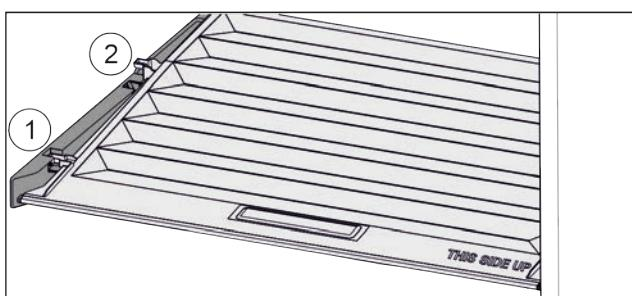

Fig. 36
- ▶ Потянуть крышку до отверстия в поддерживающих деталях вперед Fig. 36 (1).
- ▶ Поднять сзади снизу и извлечь Fig. 36 (2) движением верх.